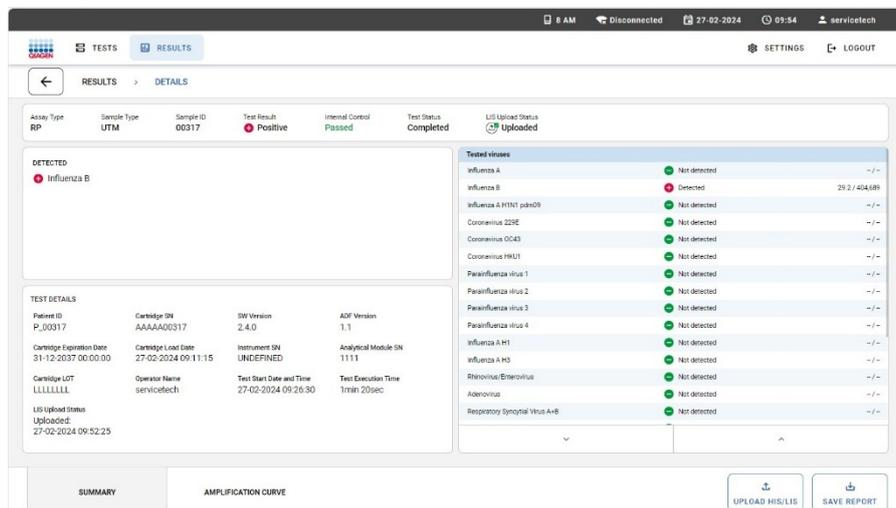

Figura 79. Caricamento manuale del risultato di un test in HIS/LIS.
3. Per caricare il risultato, premere il pulsante **UPLOAD HIS/LIS** (Carica su HIS/LIS) nella barra dei sottomenu (Figura 79).